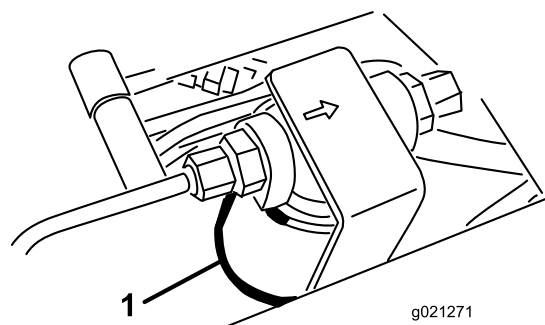
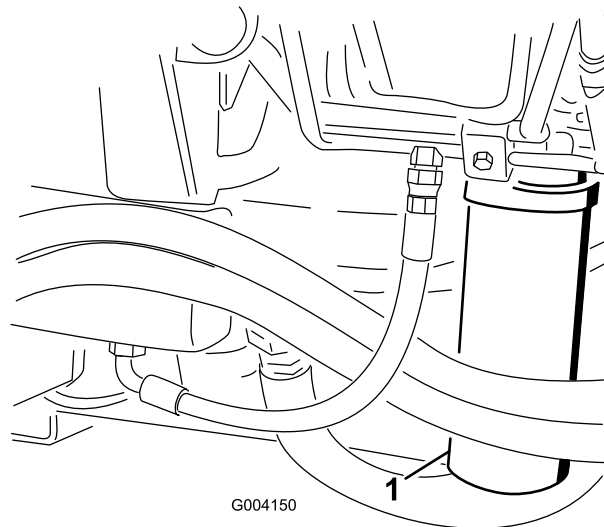

Figure 104
Figure 105
2. Nettoyez la surface autour de la zone de montage du filtre et placez un bac de vidange sous le filtre (Figure 104) et (Figure 105).